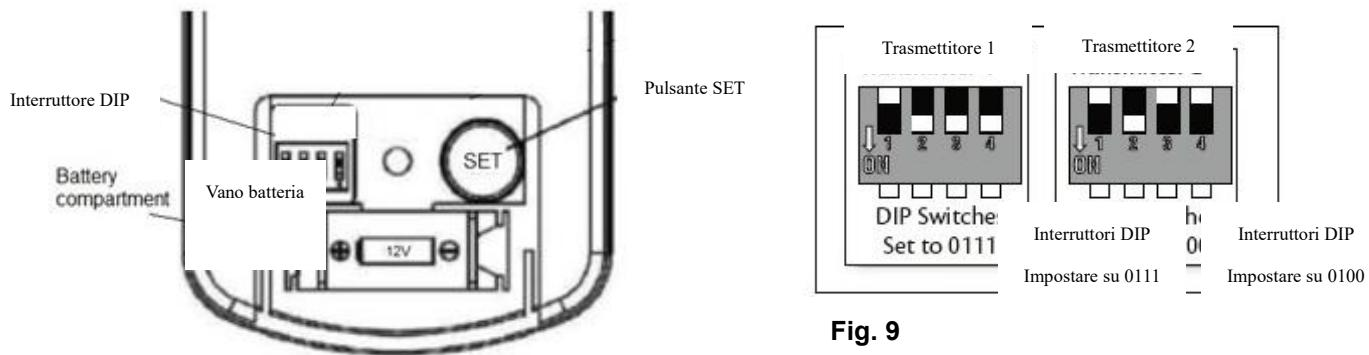

Fig. 9
- Fare scorrere il coperchio del vano batteria del trasmettitore per accedere agli interruttori DIP. Questo sarà il trasmettitore 1. Fig.9
- Fare scorrere il coperchio del vano batteria del trasmettitore per accedere agli interruttori DIP. Questo sarà il trasmettitore 2. Fig.9